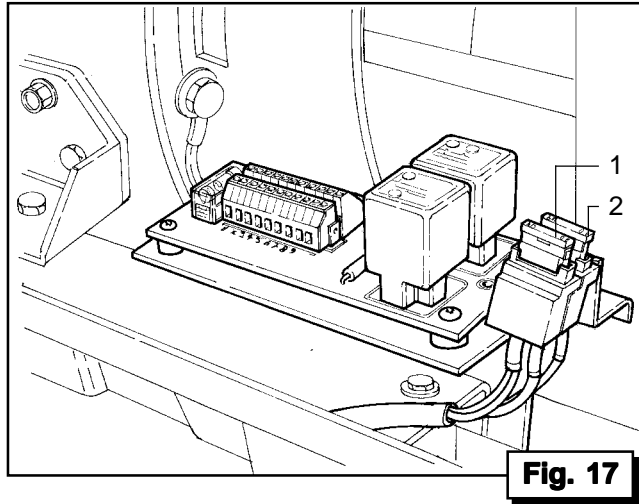

Fig. 17
- Verificare la continuità alle estremità del fusibile (Fig. 17).
- Verify the continuity at its terminals (Fig. 17).